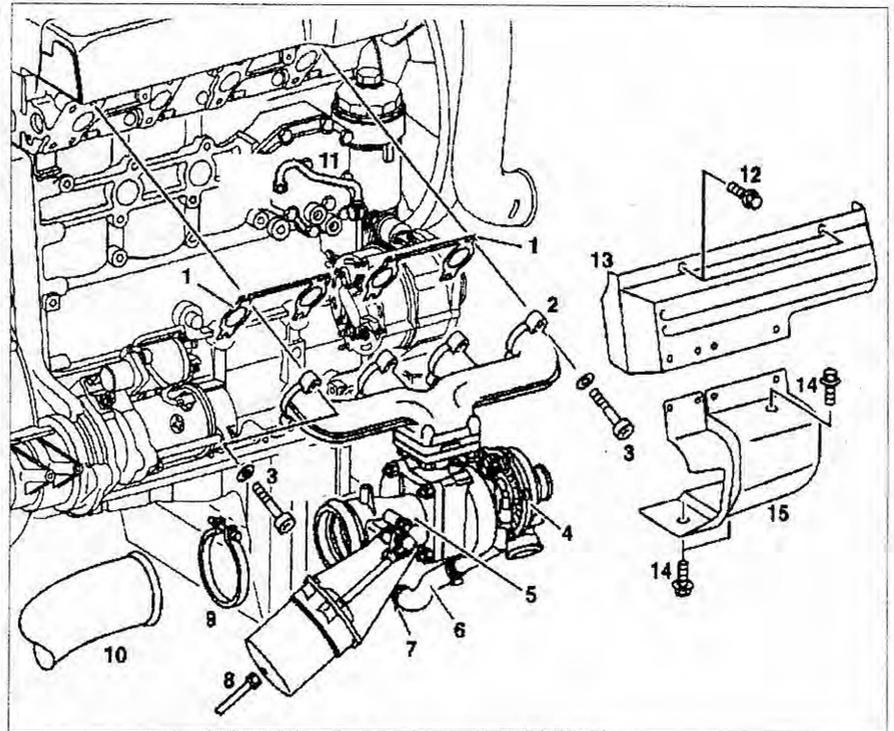

Рис. 3.4. Выпускной коллектор:
4. Снимите щиток **13** выпускного коллектора (рис. 3.4).